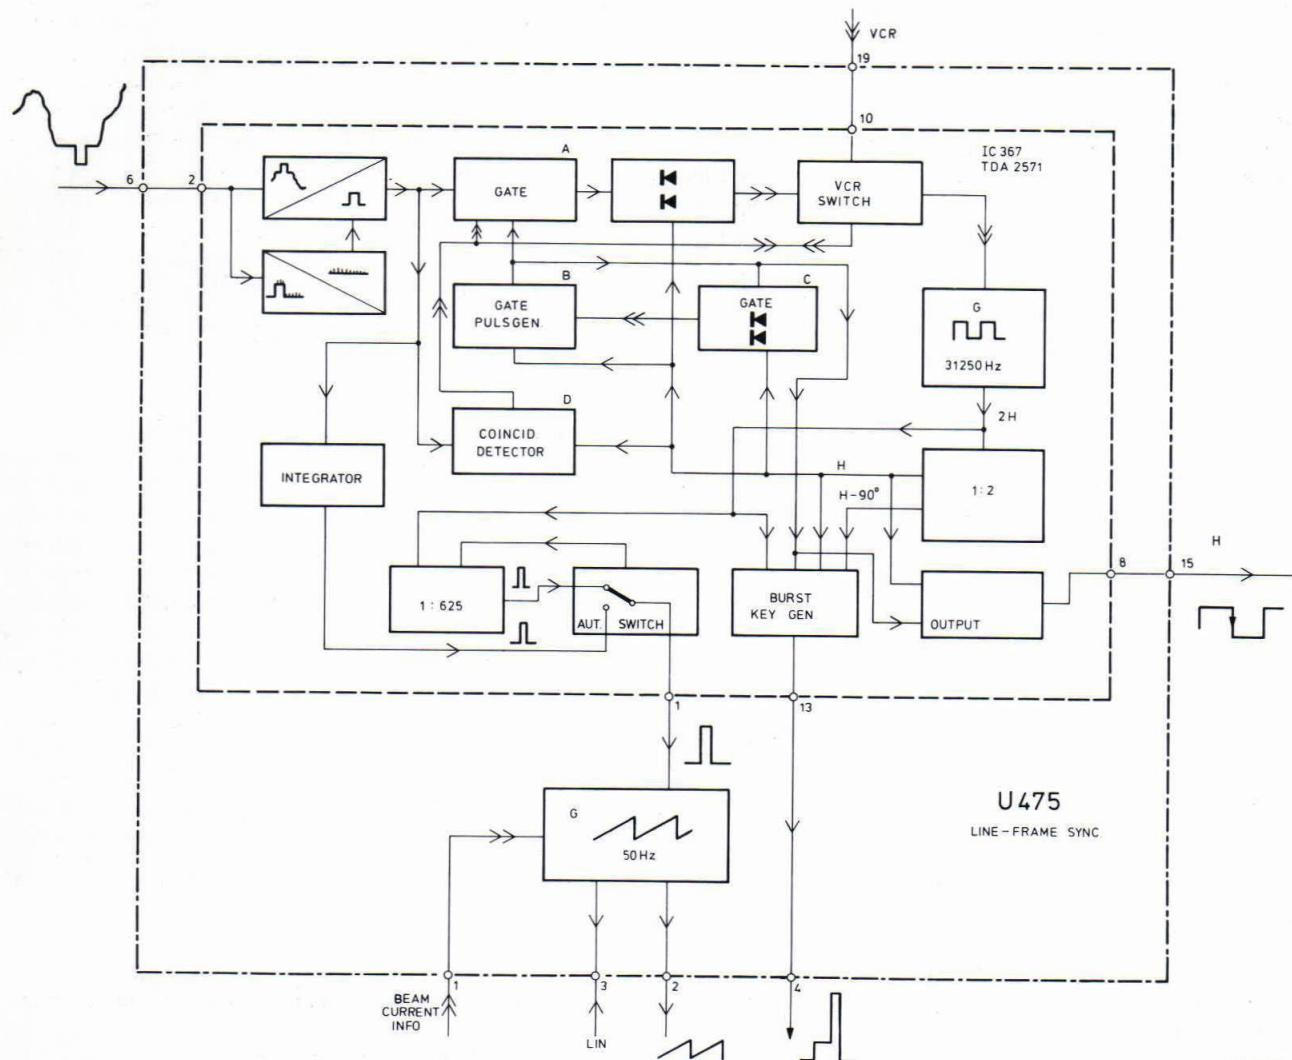

Fig. VIII-1
1. Blokschematisch (Fig. VIII-1)